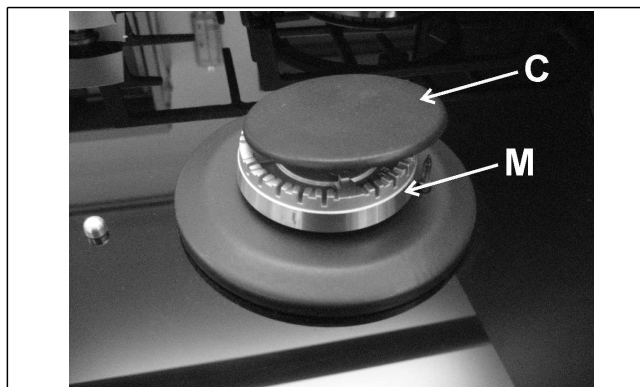

FIG. 6
Para mantener brillante la superficie de cristal, es fundamental lavarla después de cada uso utilizando agua jabonosa tibia, aclararla y secarla. Las rejillas esmaltadas, las tapas esmaltadas "C" y las cabezas de los quemadores "M" (ver fig. 6) deben lavarse del mismo modo.
- **compruebe que las fisuras de las cabezas de los quemadores "M" (fig. 6) no estén obstruidas por cuerpos extraños.**
- **Asegúrese de que la tapa esmaltada "C" (fig. 6) esté colocada correctamente en la cabeza del quemador. Esto se verifica cuando la tapa colocada sobre la cabeza resulta perfectamente estable.**